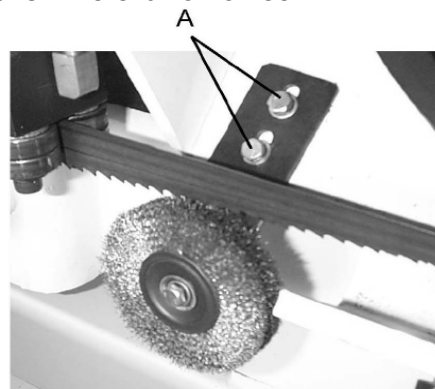

Рис. 20
3. Ослабьте болты (А, Рис. 20).
5. Затяните болты (А, Рис. 20).